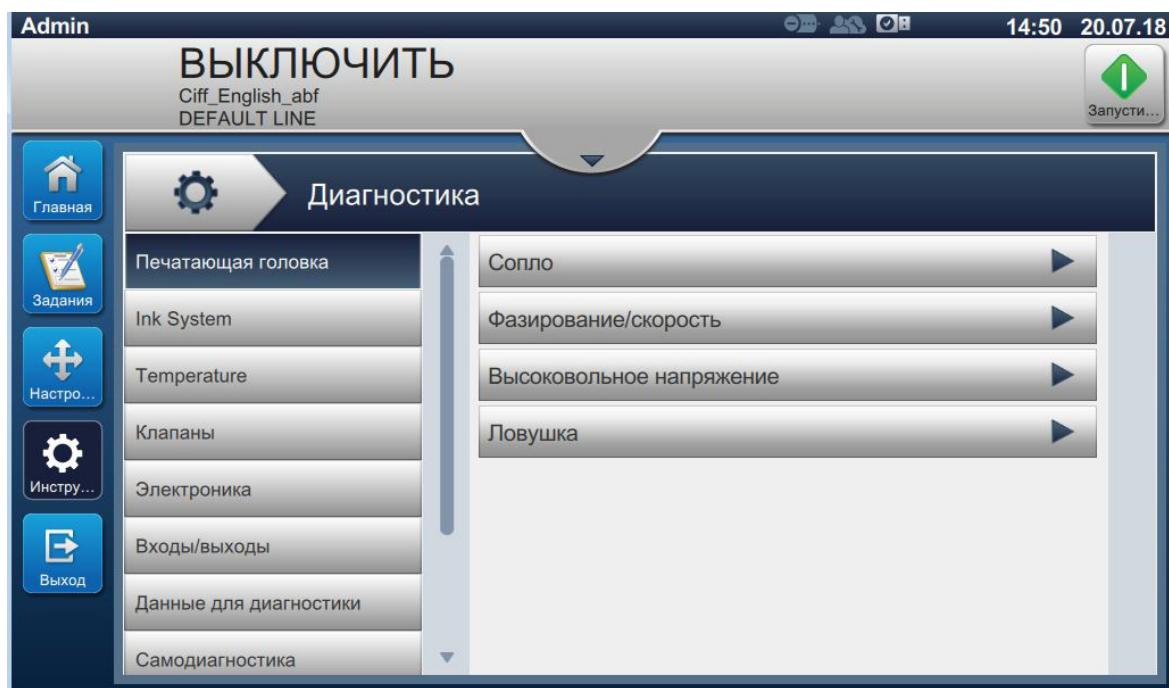

Рис. 6-23: Диагностика
- Нажмите кнопку  на экране «Инструменты». Откроется экран «Диагностика», как показано на Рис. 6-23.